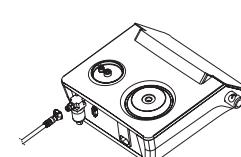

Figura 8.
- 2.6.2 Ligue o conector do tubo de ar exterior ao conector de entrada de ar na parte traseira da unidade principal (conforme ilustrado na Figura 8).